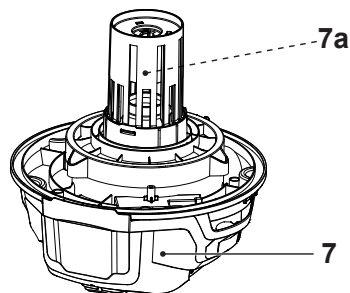

Fig. 18
O produto foi criado com uma válvula de segurança (7a) para evitar que água entre na unidade do motor (7) durante as operações de aspiração húmida (Fig. 18). Antes da utilização, verifique que a válvula de segurança se move livremente dentro da caixa.